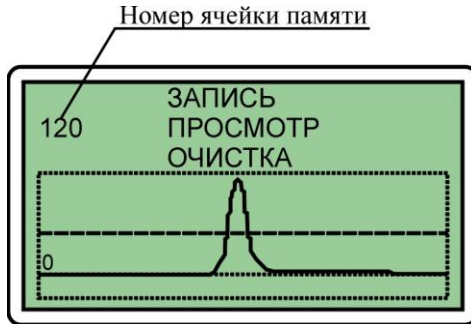

Рис. 6.9 Режим работы с памятью
6.13.2.1 Кнопками "↑", "↓" установить курсор на строку "ПАМ" и нажать кнопку "←" ВВОД, при этом дефектоскоп перейдет в режим работы с памятью (рис. 6.9).
6.13.3.1 Кнопками "↑", "↓" установить курсор на строку "ПРОСМОТР" (рис. 6.9) и нажать кнопку "←" ВВОД.
6.13.4.1 Кнопками "↑", "↓" установить курсор на строку "ОЧИСТКА" (рис. 6.9) и нажать кнопку "←" ВВОД. При этом на дисплее дефектоскопа появится предупреждающее сообщение "СТЕРЕТЬ?".